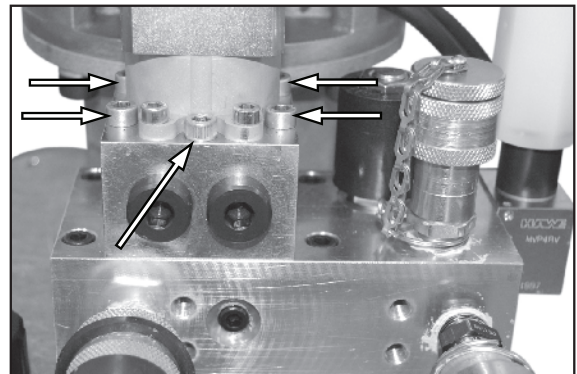

Abbildung 44.
2. Siehe Abbildung 44. Die fünf Schrauben des 2-Positionen-/4-Wege-Ventils lösen. Die Schrauben sind fest verbunden und Teil der Baugruppe.